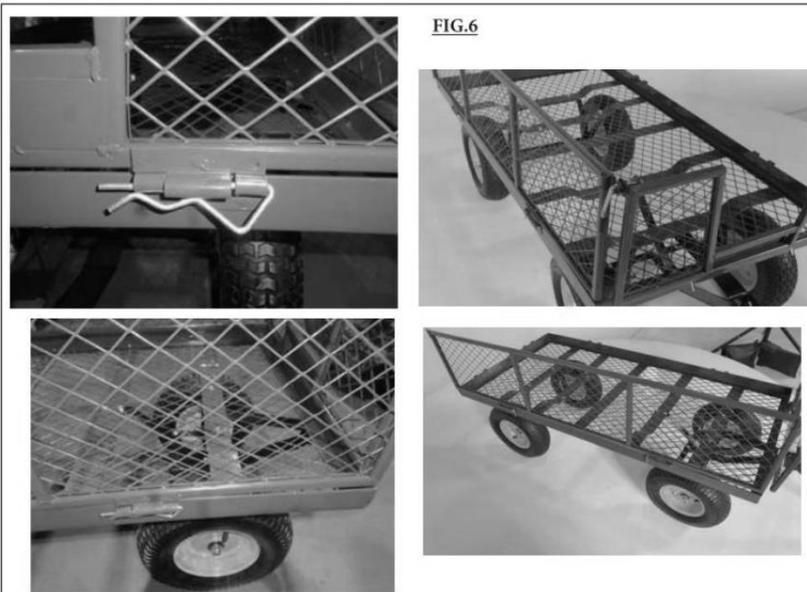

Рисунок 6. Схема соединения сетчатых бортов с базой.
- Вставьте сетчатые борта в пазы и соедините шплинтами, как показано на рис. 6.